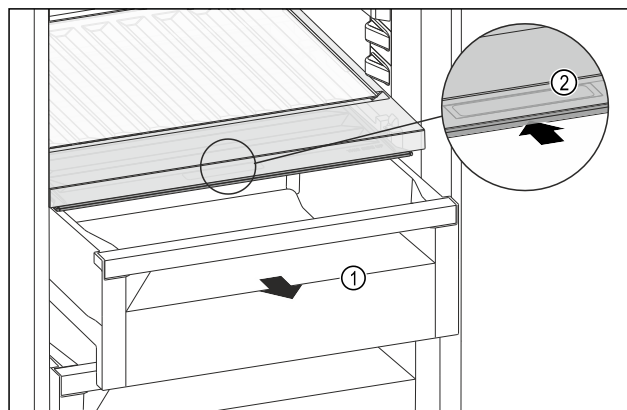

Fig. 222
- ▶ Zásuvku Fig. 222 (1) vytáhněte.
- ▶ Uchopte prohlubeň pro rukojeť Fig. 222 (2) na víko zásuvky a současně zasuňte víko zásuvky směrem dozadu.